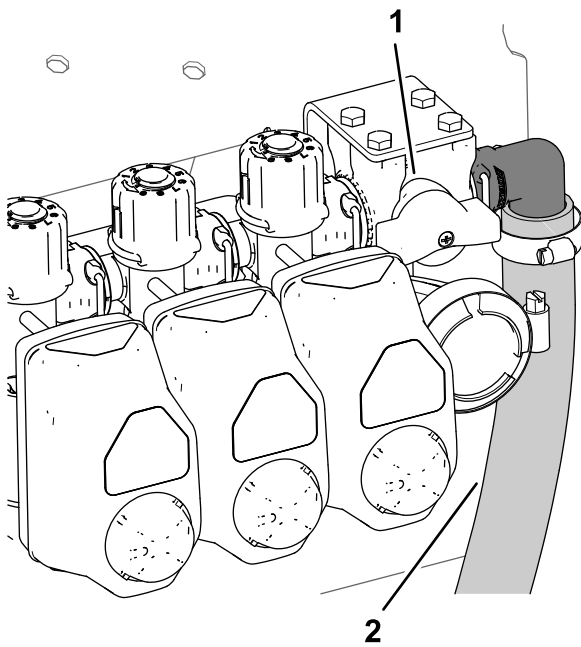
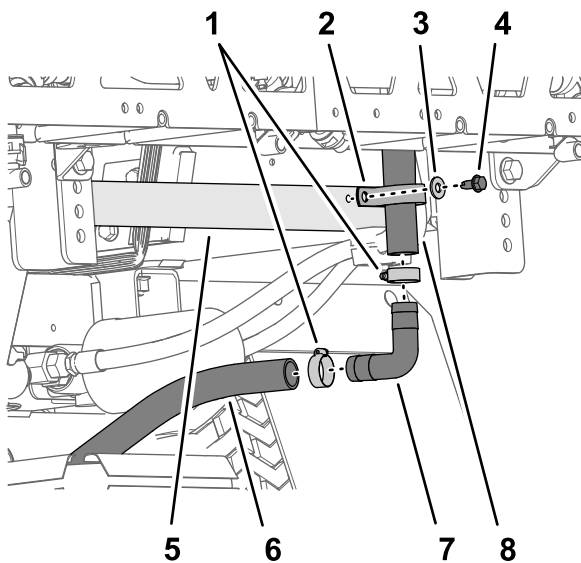

Figure 40
Figure 41
- À l'extrémité inférieure du flexible de dérivation supérieur, retirez le boulon à embase (5/16" x 3/4"), la rondelle (5/16") et le collier en R qui fixent le flexible de dérivation supérieur à la plaque de serrage arrière de la machine (Figure 40 et Figure 41).
- Retirez les 2 colliers qui fixent les flexibles de dérivation supérieur et inférieur sur le raccord à 90° cannelé (Figure 41).
- Déposez le raccord à 90° cannelé des flexibles (Figure 41).